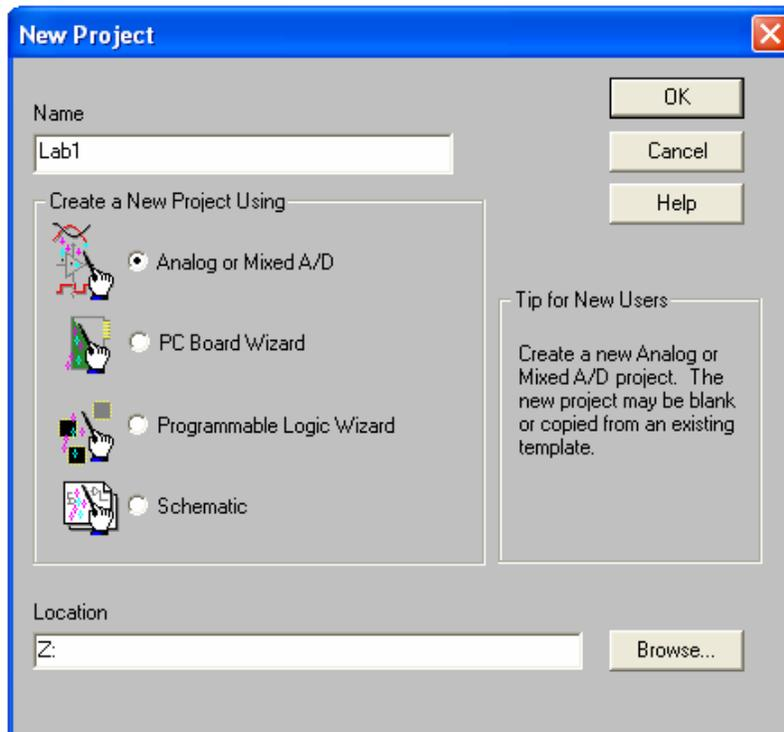

Figure 1.4 : création d'un nouveau projet
- La fenêtre de la figure 1.4 apparaît :
- Donner un titre au projet et le mettre dans le dossier voulu (dans l'exemple de la figure 1.4 le projet 'Lab1' est dans Z:).